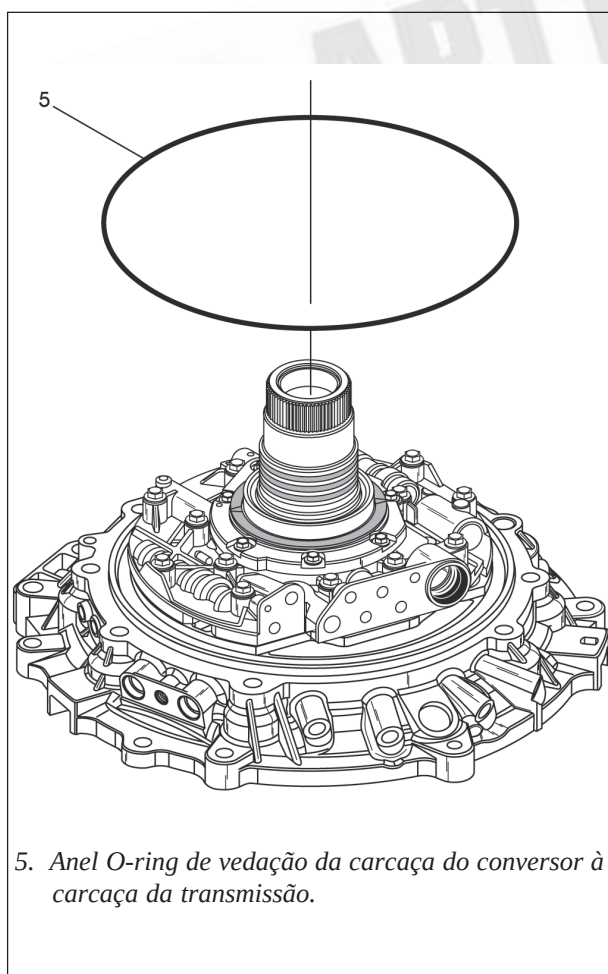

Figura 166
28. Instale o conjunto finalizado da carcaça do conversor e conjunto da bomba de óleo em uma superfície plana, conforme mostra a figura 166.
29. Instale um novo anel de vedação O-ring da carcaça do conversor à carcaça da transmissão, conforme mostra a figura 166, e lubrifique-o com uma pequena quantidade de vaselina neutra.